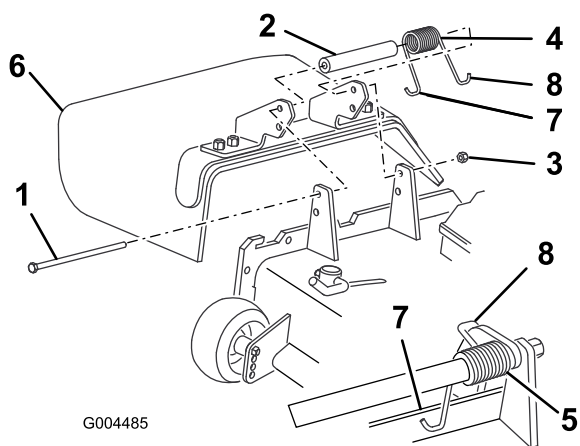

Рисунок 71
- Снимите контргайку, болт пружину и проставку, удерживающие отражатель на кронштейнах поворота (Рисунок 71). Снимите поврежденный или изношенный отражатель травы.
- Установите проставку и пружину между кронштейнами нового отражателя травы (Рисунок 71). Поместите левый зацеп пружины в форме буквы J за край деки.
Примечание: Убедитесь в том, что левый зацеп пружины в форме буквы J установлен за край деки перед установкой болта, как показано на Рисунок 71.
- Установите болт и гайку. Поместите правый зацеп пружины в форме буквы J вокруг отражателя травы (Рисунок 71).